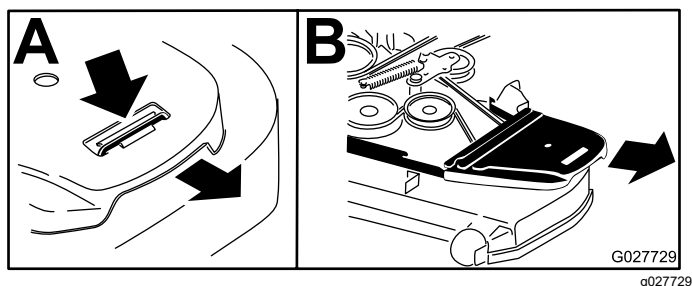

Figure 91
4. Déposez les protège-courroies (Figure 91).